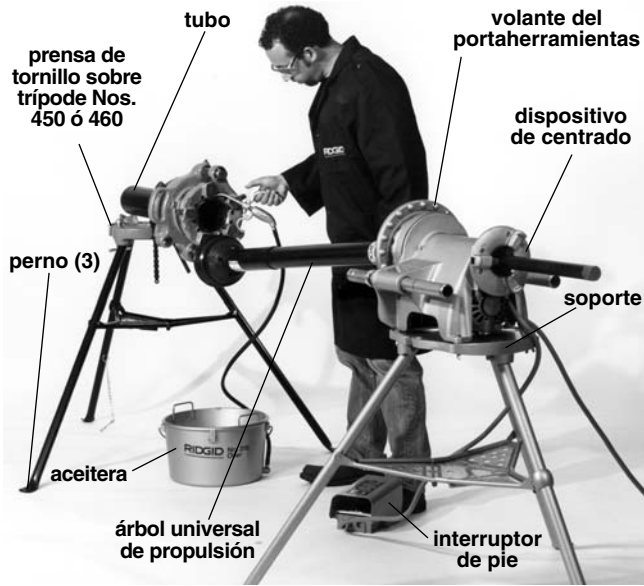

Figura 22 – El roscado con las roscadoras a engranajes No. 141 y 161 usando el árbol de Accionamiento Universal No. 840A
3. Ubique prensa de cadena al mismo nivel alineada con el accionamiento autopropulsado. Separe la prensa de cadena del accionamiento autopropulsado aproximadamente la longitud del eje universal modelo 840-A (Figura 22).